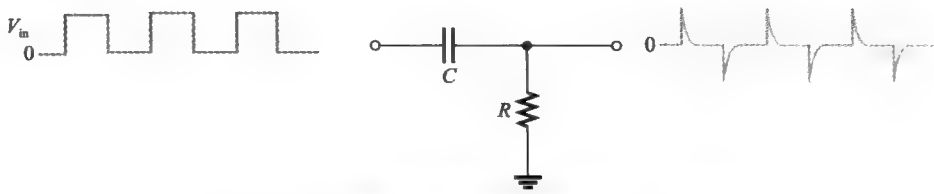

图 15-51 极短时间常数微分器产生正、负尖峰
微分器电路可以用来产生正负极性持续时间很短的脉冲(尖峰),如我们在系统举例 15-2 中所见。当时间常数比输入脉冲宽度短时,微分器在每个输入的正向跳变边沿产生一个正尖峰,而在每个输入的负向跳变边沿产生一个负尖峰,如图 15-51 所示。可以使用二极管去除正或负的触发脉冲。
- 3. 图 15-51 中的微分器必须具有什么特性才能在输出产生持续时间非常短的尖峰?